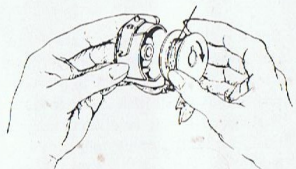

Abb. 6
6. Einfädeln des Unterfadens (Abb. 6, 7 + 8)
Faden etwa 10 cm von der Spule abwickeln. Spulenkapselfeder in die linke Hand nehmen. Spule so in die Kapsel einlegen, wie Abb. 6 zeigt.